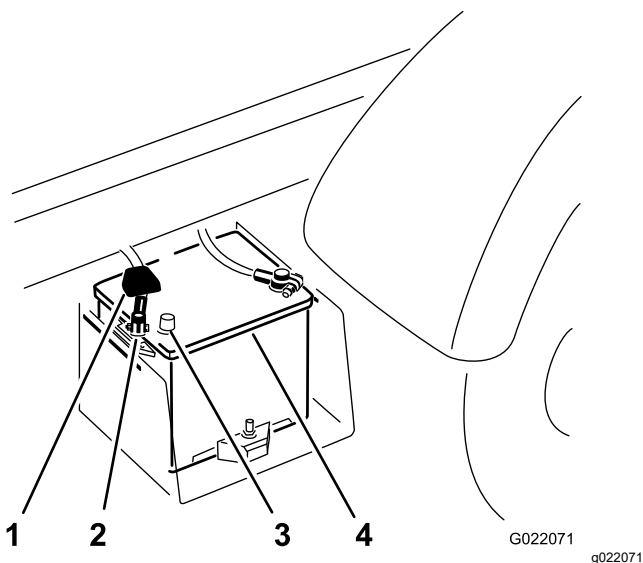

図 4
- C. プラスのバッテリー端子からケーブルを外す 図 4。